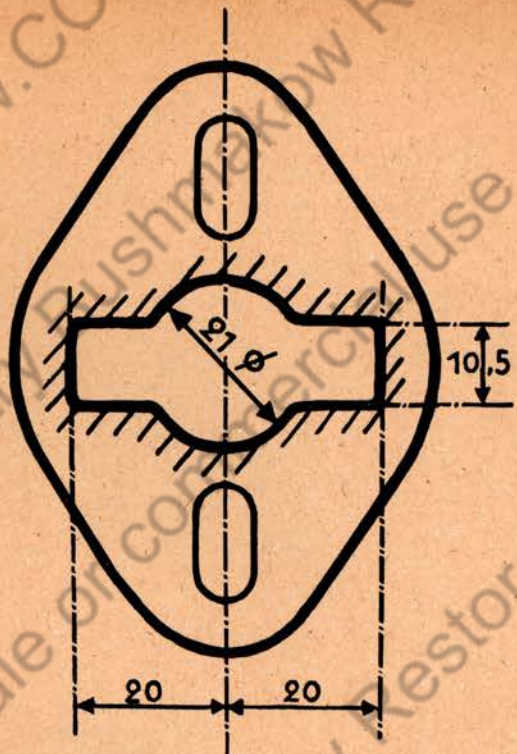

Bild 2
4. Kurbel-Führungsplatte nach Maß (Bild 2) nacharbeiten.